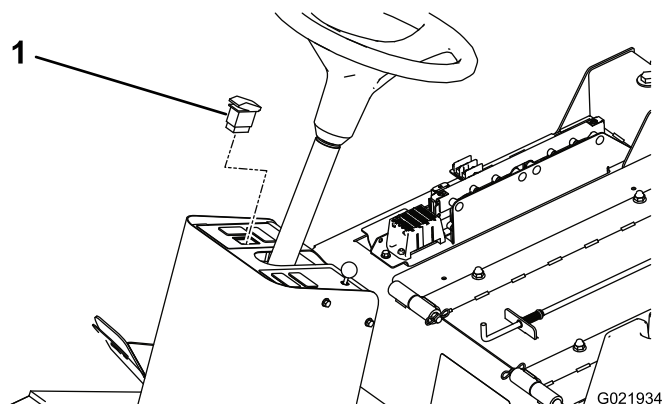

Bild 3
3. Setzen Sie den Rundumleuchtenschalter in das Loch im Armaturenbrett an der Lenksäule (Bild 3). Der Blinkerschalter ist ein Ein/Aus-Schalter.